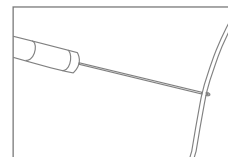

Рис.4
5. Аксессуары в комплекте с устройством можно использовать для просмотра и извлечения мелких предметов, таких как мелкие части и винты (см.Рис.4).